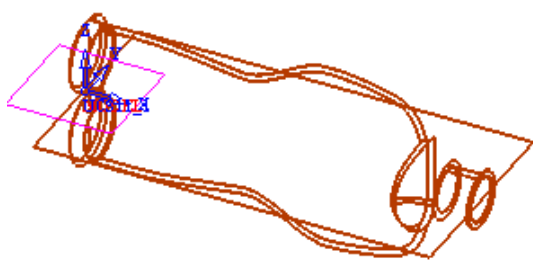

图 4-46 选择所有曲面
- 展开“零件”选项，单击“零件曲面”按钮，然后单击“选择”工具栏上的选择所有按钮，系统选中所有曲面；此时图形中所有曲面高亮显示，如图 4-46 所示。